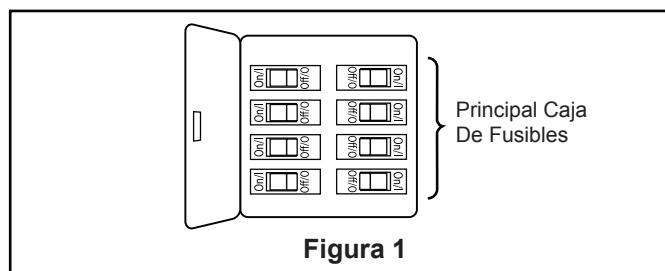

Figura 1
Uso de perfil bajo (Figura 1)
Para evitar una posible descarga eléctrica, asegúrese de cortar la alimentación eléctrica de la caja de fusibles principal antes de colgar y realizar el ventilador. (Figura 1)
1. Alinee la lengüeta ancha de la unidad del motor a la muesca ancha de la unidad de soporte del ventilador. Asegure cuidadosamente la unidad del motor en las ranuras de montaje en el soporte del techo girándolo en el sentido de las agujas del reloj. Asegúrese de que todo el cableado y receptor se introduce adecuadamente en la cubierta del techo y que no se presiona ningún cable. Una vez que la motor está colocada y alineada con el techo, vuelva a colocar el tornillos retirados previamente y asegure los tres tornillos. (Figura 1)
1. Coloque las palas a través de las ranuras en la cubierta del motor y fije la unidad del motor usando los 3/16"-24 Tornillo de cabeza troncocónica. Asegúrese de que los tornillos fijan adecuadamente las palas al centro del motor estando éstas colocadas correctamente. (Figura 1)
- ☐ 1. Extraiga uno de los tres tornillos del soporte ubicado en la parte inferior de la unidad del motor. Guárdelos para después y afloje levemente los otros dos tornillos. (Figura 1)
- ☐ **1. IMPORTANTE:** El uso de un regulador de la intensidad completa (no incluido) para controlar la velocidad del ventilador dañará el dispositivo. Para reducir el riesgo de incendio o descarga eléctrica, no utilice dicho regulador para controlar la velocidad del ventilador. (Figura 1)
- ☐ 1. Instalación de la placa de la pared: (Figura 1)